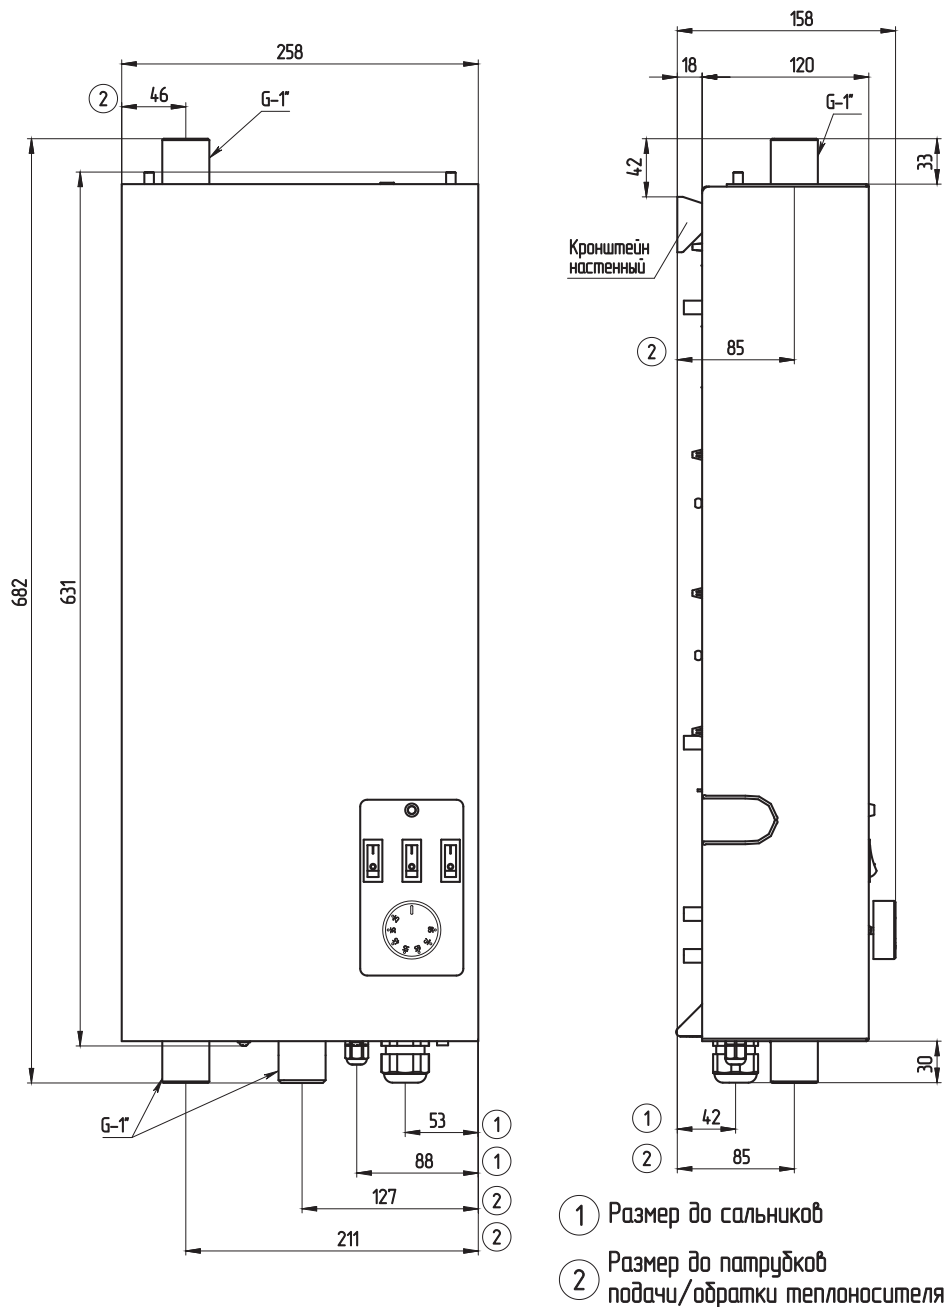

Рис. 5 Габаритные размеры
- Подсоединить котел к системе отопления. Габаритные и присоединительные размеры котлов указаны на **Рис. 5**;